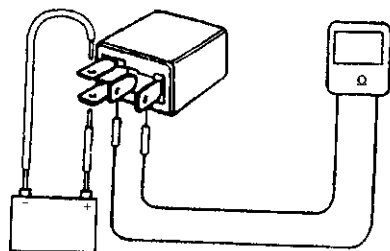

图 4-4 检查插头“A”与“B”是否畅通
④将蓄电池接到插头“C”和“D”上，检查插头“A”与“B”之间畅通。如图 4-4 所示。如果有故障，则更换继电器。